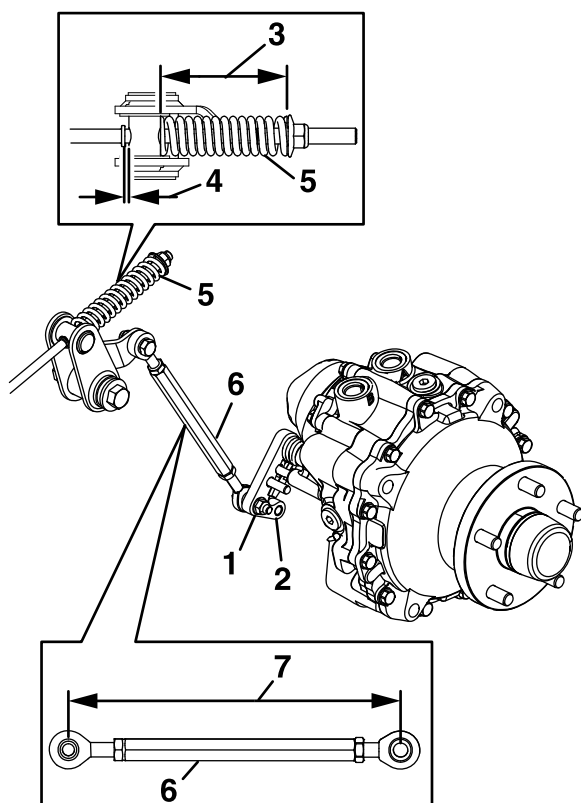

Figura 58
7. Mida la longitud del conjunto de enganche (Figura 58).
8. Mida la longitud del muelle (Figura 58).